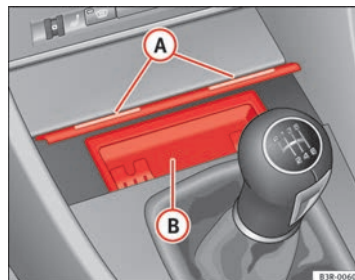

Fig. 132 Consola central: Cenicero abierto
- Presione brevemente sobre la moldura frontal del cenicero (A) ⇒ fig. 132.
- Agarre la carcasa del cenicero (B) ⇒ fig. 132 por sus concavidades laterales y extráigala hacia arriba.